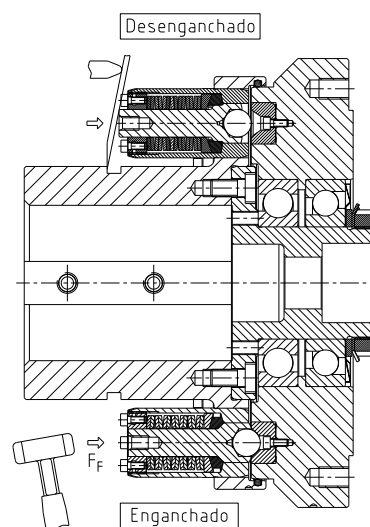

Figura 18
- El acoplamiento puede ser re-enganchado con golpes axiales dados con una maza de plástico sobre el pasador, con una palanca o por medio de un dispositivo de enganche hidráulico o neumático (véase la figura 18).